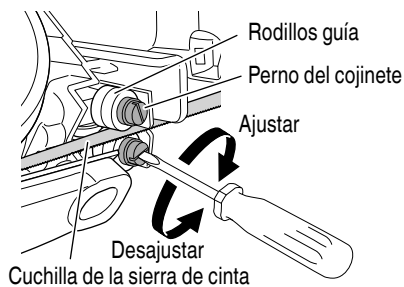

Fig. 26
4. Inspección de los rodillos guía de la cuchilla de la sierra de cinta y ajuste de separaciones (Fig. 26)